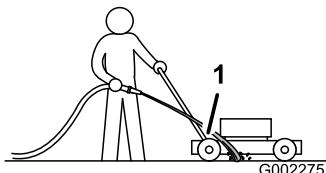

Figure 21
3. Tenez le tuyau d'arrosage à hauteur du guidon et dirigez le jet d'eau vers le sol, juste devant la roue arrière droite (Figure 21).